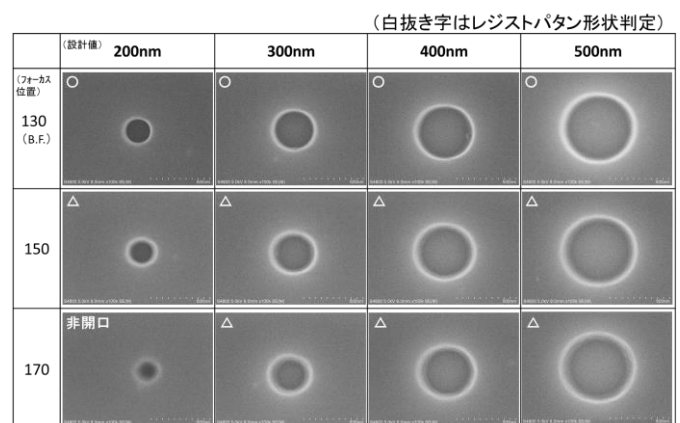

Fig. 2 The hole patterns of the changed condition by focus position.
(2) フォーカス設定はベストフォーカスより多少ずれただけでも Bottom 部形状不良または非開口となる。微細パタンの形成においては、精度の良いフォーカス設定が必要である (Fig. 2)。